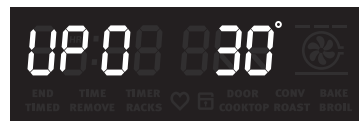

Fig. 58 Température de four réglée à 30° plus élevée que la valeur par défaut
2. Entrez **3 0** à l'aide des touches numériques **30** (figure 58).
2. Entrez **3 0** à l'aide du clavier numérique **30** (figure 58).